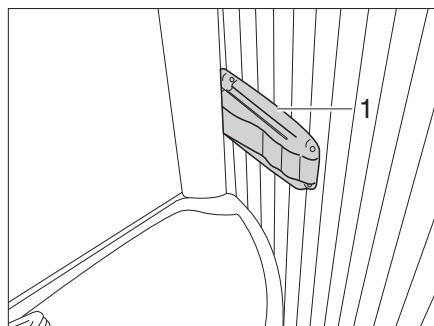

Fig. 377 Inodoro Vario, bloqueo de la pared de la ducha
- Apretar el bloqueo (Fig. 377,1), a la derecha, en el borde del lavabo y tirar lvemente del lavabo. El lavabo se mueve con la pared dorsal hacia delante.